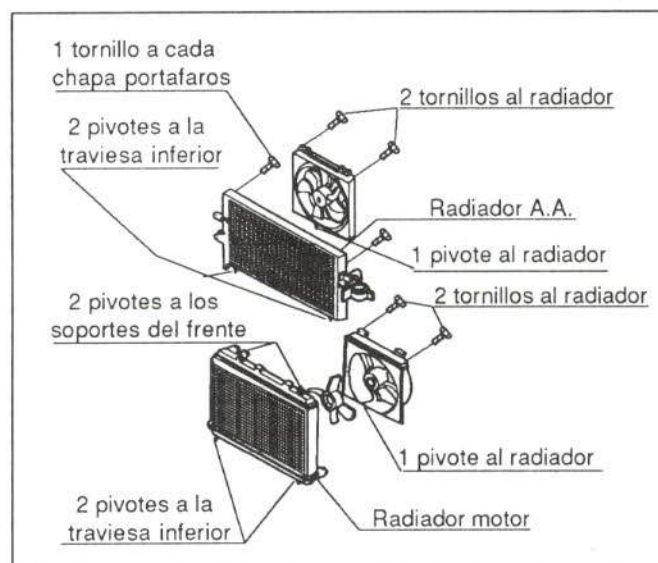

Figura 18.- Fijación del radiador
- Retirar radiadores (figura 18)
- Radiadores (figura 18)